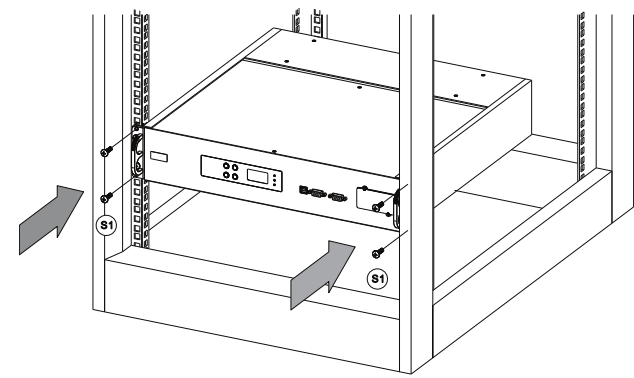

Abbildung 7
10. Befestigen Sie zuletzt die Statys XS-Einheit mit den mitgelieferten Schrauben am Chassis (Abbildung 7), um die Installation abzuschließen